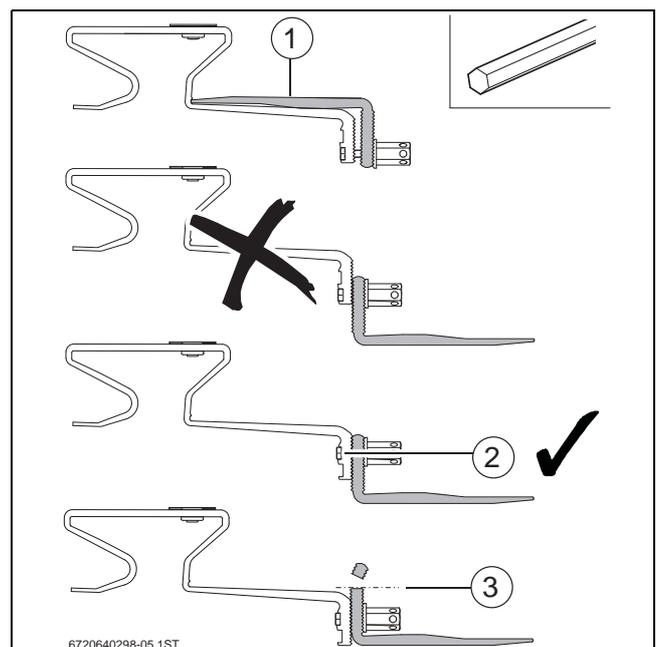

Fig. 42
- ▶ Se a espessura das telhas ou placas do telhado exceder na totalidade 70 mm, utilizar o gancho de fixação como fixação para o caibro (Fig. 42).